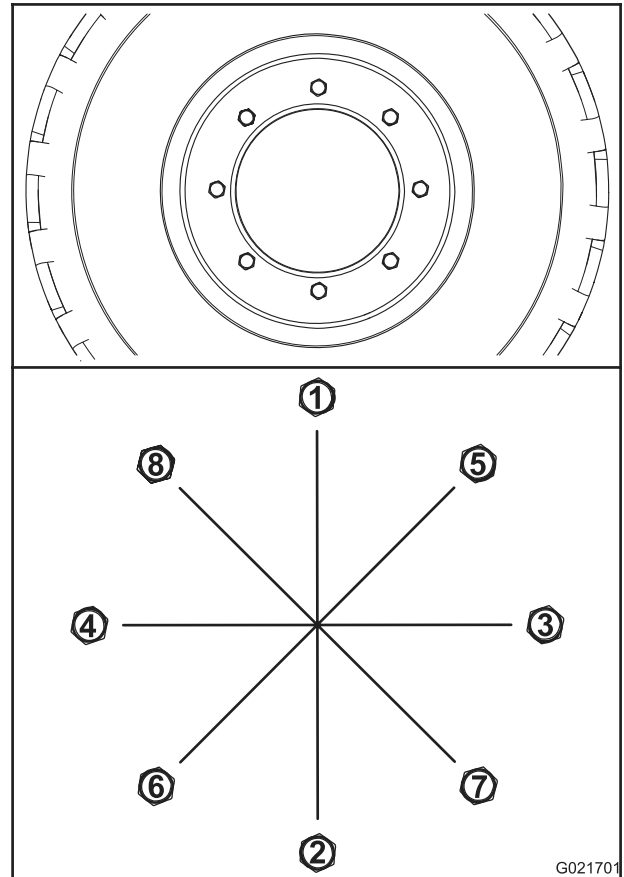

Figure 61
- Serrez tous les écrous de roue à 100 Nm (75 pi-lb) dans l'ordre indiqué à la Figure 61.
- Serrez tous les écrous à 200 Nm (150 pi-lb) dans l'ordre indiqué à la Figure 61.
- Serrez tous les écrous à 300 Nm (225 pi) dans l'ordre indiqué à la Figure 61.